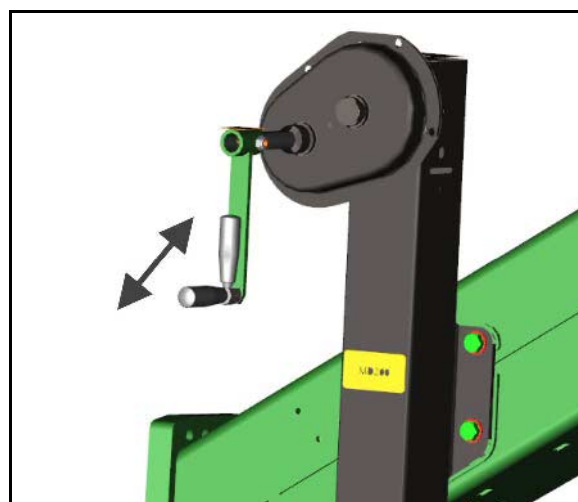

Fig. 56
La création de voies de jalonnage est représentée sur la figure (Fig. 56) à l'aide de quelques exemples :
1. Recherchez dans le tableau suivant (Fig. 56) :
La figure (Fig. 56) présente, entre autres, des exemples de création de voies de jalonnage avec une cadence de 4, 6 et 8.
La figure (Fig. 56) présente, entre autres, des exemples de création de voies de jalonnage avec une cadence de 2 et 6 plus.